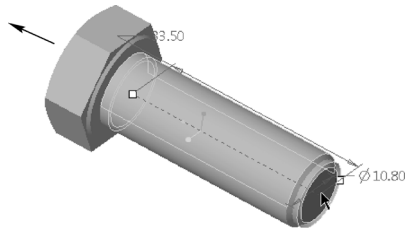

图 6-170 指定螺纹的起始位置
4) 在 组合框内单击 (也可在“深度”面板的“螺纹起始自”收集器的框内单击), 接着选择鼠标光标所指的端面定义螺纹的起始曲面 (即指定螺纹的起始位置), 如图 6-170 所示。